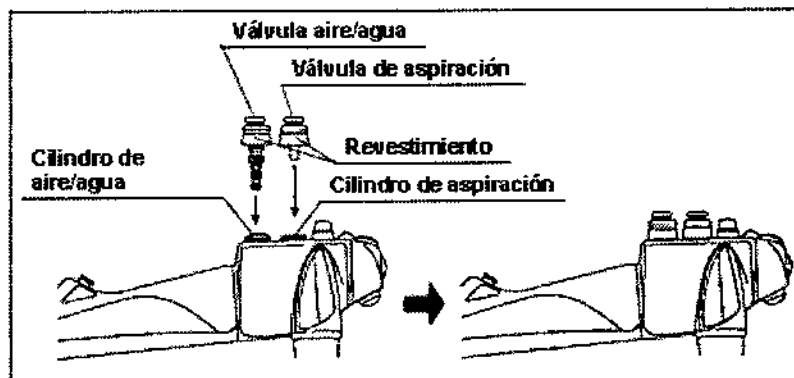

Figura 3.12
1. Coloque la válvula de aire/agua en el cilindro de aire/agua del endoscopio (véase la figura 3.12).